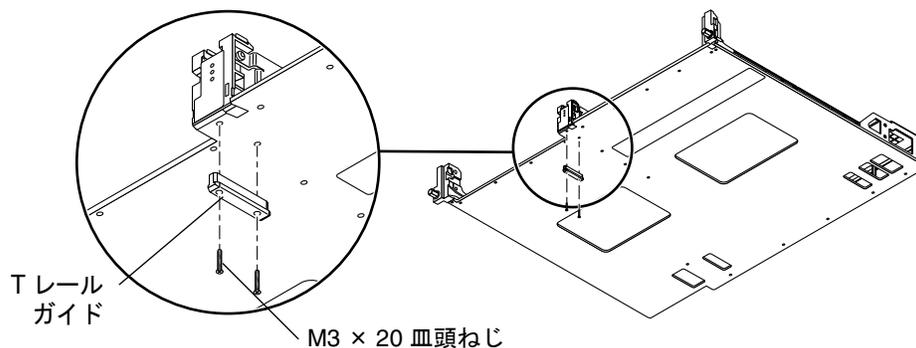

図 1-12 T レールガイドの取り外し
3. 新しいキャリアプレートの、T レールガイドをセンターガイド留め具に固定している 2 本の M3×20 皿頭ねじを外します。T レールガイドおよびねじは廃棄します (図 1-12)。
これらの部品は、この構成には必要ありません (図 1-12)。